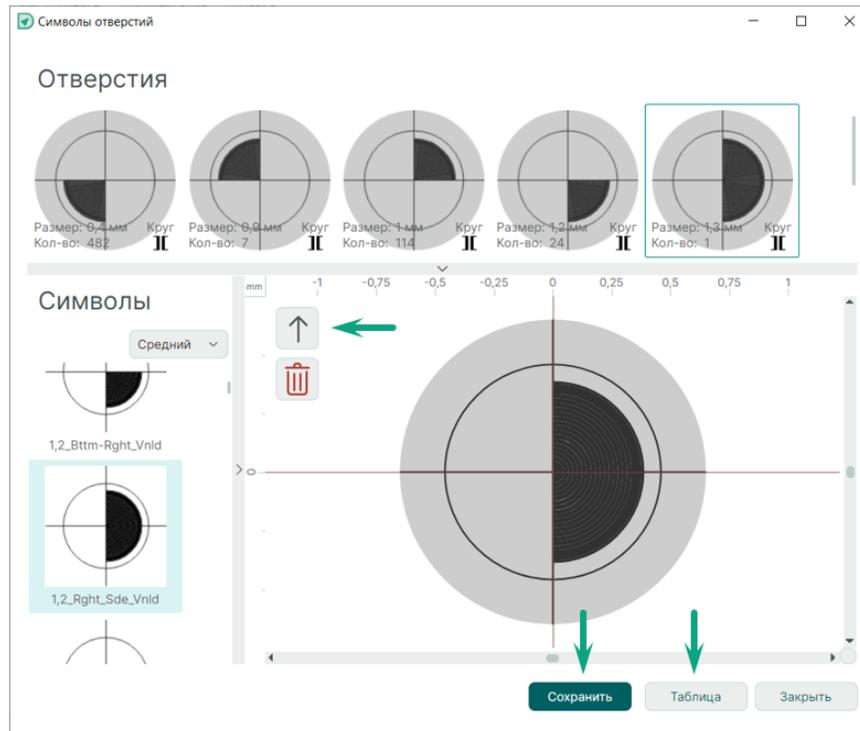

Рис. 60 Назначение и сохранение выбранного отверстия
- Нажмите кнопку «Назначить», см. Рис. 60.
5. После назначения символов отверстиям проекта нажмите кнопку «Сохранить», затем кнопку «Таблица», Рис. 60.